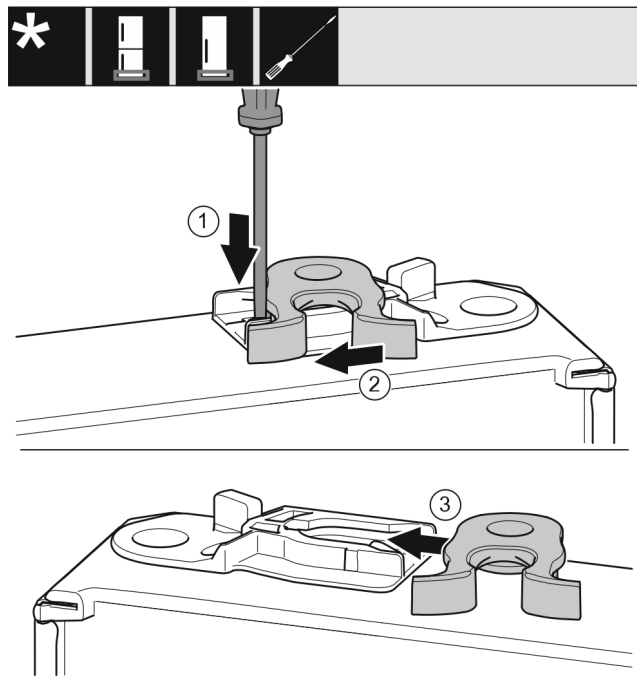

Fig. 23 *
- ▶ Presione hacia atrás la pestaña Fig. 23 (1) con el destornillador de punta ranurada.*
- ▶ Retire el gancho de cierre Fig. 23 (2) de la guía.*
- ▶ Deslice el gancho de cierre Fig. 23 (3) hacia la guía sobre el lado opuesto.*